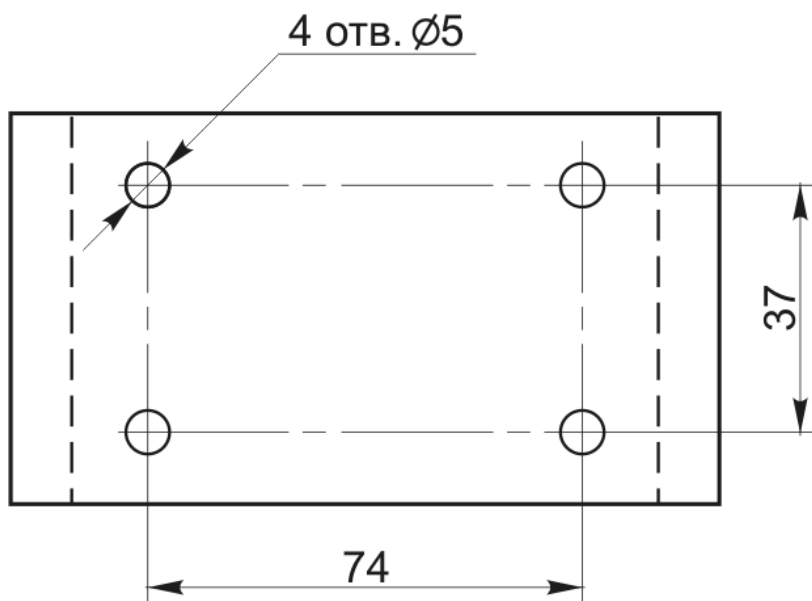

Рис. 3 – Крепёжная площадка МПП «Гарант-5»
6.3 Закрепить крепёжную площадку модуля в соответствии с определенными местами (по п. 6.2) и разметкой отверстий (рисунок 3).